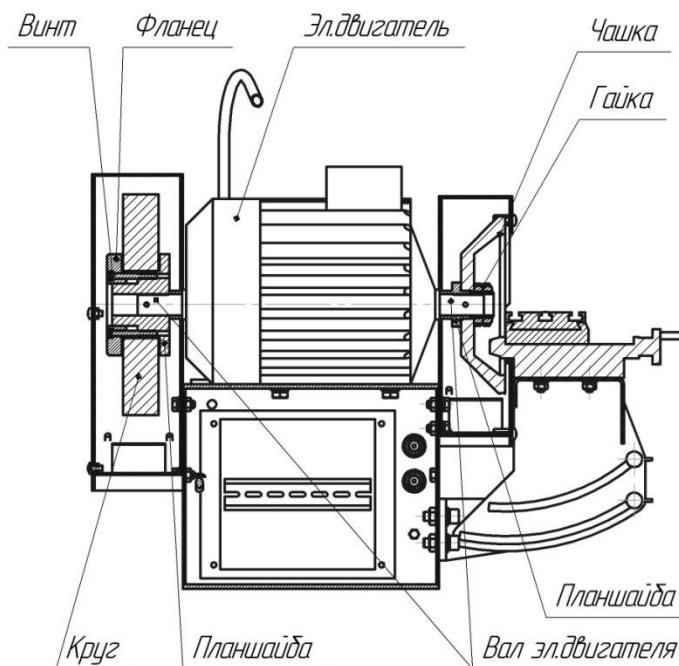

Рис. 2 Крепление шлифовального круга.
2.2.1 Крепление шлифовального круга (рис.2)
Установка подручника 4 и стола 11 в требуемом положении производится перемещением их в пазах кронштейнов 3 и 12, которые, в свою очередь, крепятся к подставке (тумбе) и могут перемещаться относительно нее. На валу электродвигателя имеются планшайбы для установки круга 5 и алмазной чашки 10. Крепление кругов см. рис. 2.
9.4 Для смены круга на станке снять крышку кожуха, отвернуть шесть винтов М8 фланца (см. рис.2), снять фланец и круг.